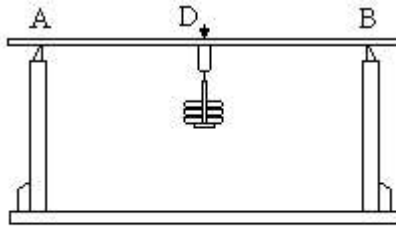

Рис. 27
Прилад для визначення модуля Юнга (рис. 27) складається з масивної платформи з двома стійками на кінцях та мікроскопа з окулярним мікрометром. На стійках закріплено сталеві призми А і В так, що їх ребра
2. Масштабною лінійкою виміряйте відстань між ребрами опорних призм А і В (див. рис. 27;  $l=AB$ ).